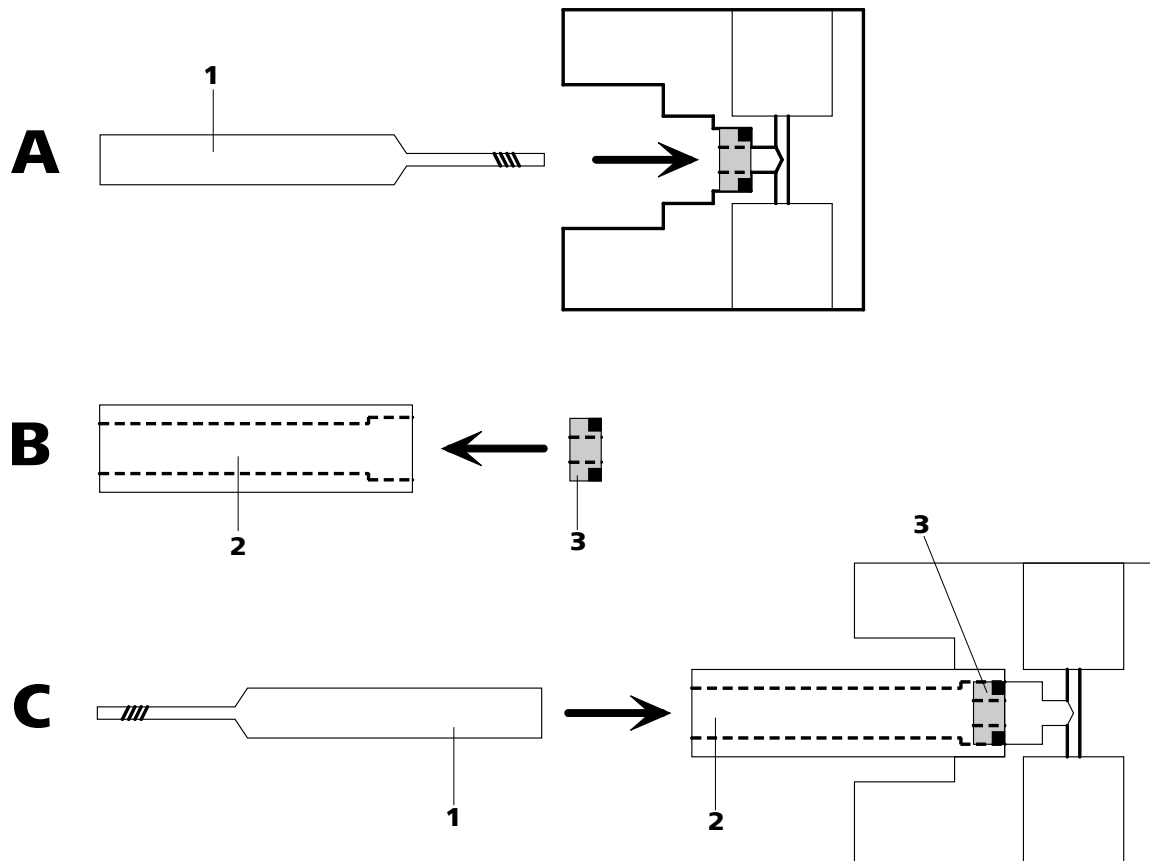

Figura 38 Cambiar la junta de pistón
- Enrosque la herramienta especial (38-1) por el lado estrecho en la junta de pistón y extraiga esta última (véase Figura 38, página 79).
- Inserte con la mano la nueva junta de pistón en la cavidad de la herramienta especial (38-2)(véase Figura 38, página 79).El resorte de junta debe encontrarse en el lado exterior.
- Introduzca la herramienta especial (38-2) con la junta de pistón en el cabezal de bomba (18-4) y empuje la junta con la herramienta especial (38-1) al interior de la cavidad del cabezal de bomba (véase Figura 38, página 79).